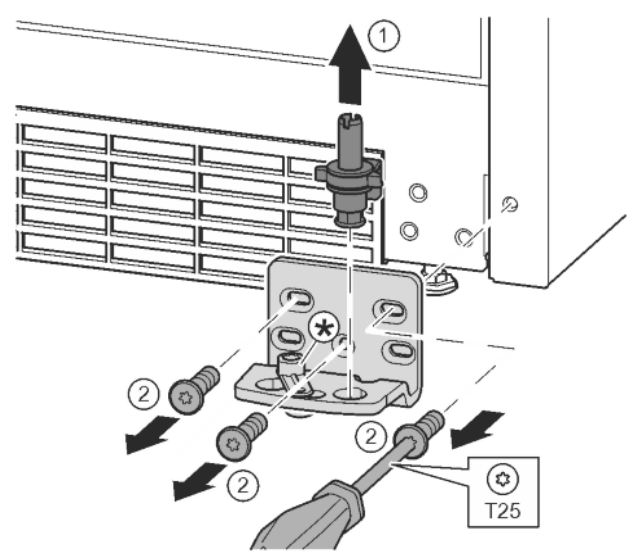

Fig. 16
- ▶ Izvucite podložak ležaja kompletno prema gore. *Fig. 16 (1)*
- ▶ Odvijačem T25 odvijte vijke i skinite podložak ležaja. *Fig. 16 (2)*